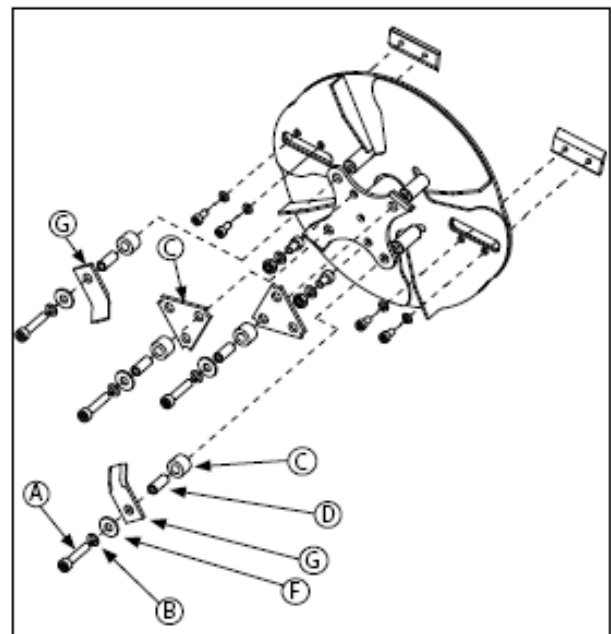

РИСУНОК 14 – Корпус ротора
4. Запомните порядок расположения крепежных деталей, используемых для крепления молоточков. С помощью 8 мм торцевого ключа удалите винт с головкой (А) и все его крепежные детали. **СМ. РИСУНОК 14**
6. Снова выполните сборку молоточков, распорных трубок, шайб и винтов с головкой. Затяните винты с головкой (А) на 30-35 футофунтов (41-47 Н.м.). J-образный молоточек (G) на обратной стороне ротора должен смотреть вовне для сбалансированного вращения.